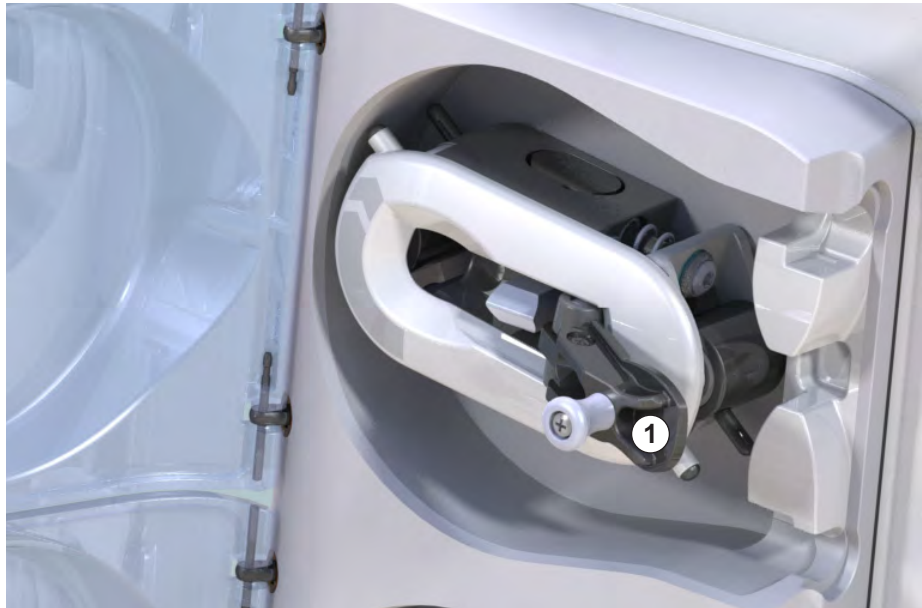

Fig. 12-8 Integreret krank til manuel returnering af blodretur
2. Løft integreret krank (Fig. 12-8, ①) fra valsen.